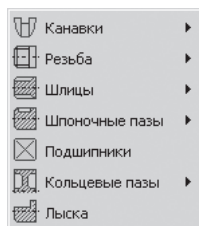

Рис. 3.24. Всплывающее меню после щелчка по кнопке  – **Дополнительные элементы ступеней** после выделения ступени вала
- щелкните в верхнем окне системы КОМПАС-SHAFT 2D на панели инструментов по кнопке  – **Дополнительные элементы ступеней**. Появится всплывающее меню, изображенное на рис. 3.24;